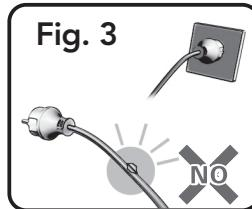

Fig. 3
- La bomba sumergible no debe utilizarse si el cable de alimentación eléctrica tiene algún tipo de daño. Si un cable con el aislamiento dañado se sumerge en agua, existe el peligro de que el agua penetre en el motor de la bomba y provoque un cortocircuito. El cable eléctrico no puede reemplazarse. Si el cable está dañado, la bomba debe desecharse. La alteración del cable eléctrico, del tipo que sea, anulará la garantía (Fig. 3).